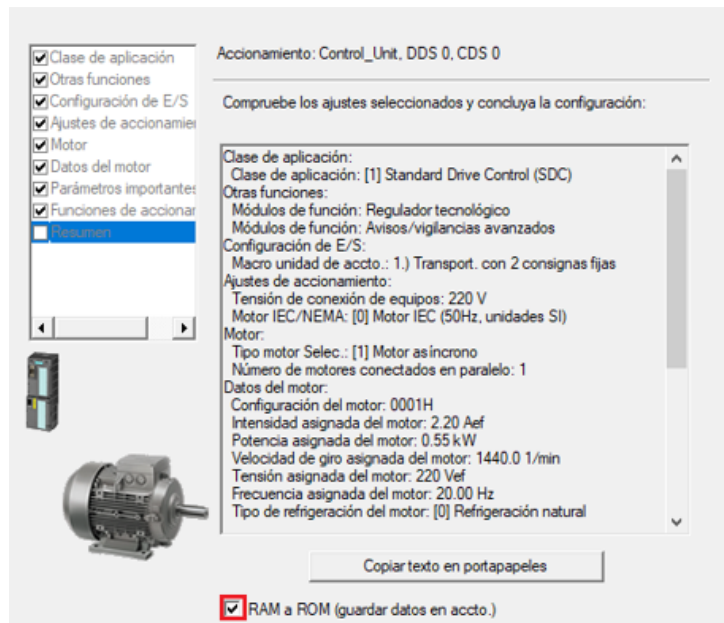

Figura 2.16: Resumen de asistente de configuración.
- Finalmente, en la Figura 2.16, se muestra el apartado “Resumen”, en el cual se detalla todos los parámetros que han sido configurados en el asistente. Para